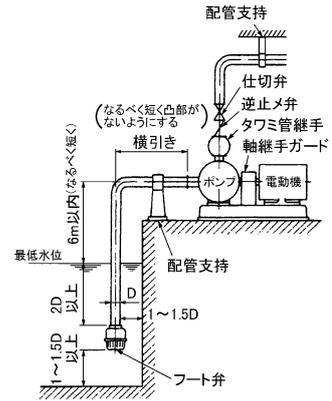

図 2
- (1) 取扱液に異物（配管の切粉、砂等）が混入する恐れがある場合は、吸込側にストレーナを取り付けてください。また、ストレーナが目詰まりしないよう定期的に清掃してください。
- (2) ポンプに吸込配管、吐出し管の荷重がかかると芯狂いの原因となりますので、図2のように十分な配管支持をしてください。
- (3) 配管が長い場合、実揚程が高い場合、自動運転の場合、圧力タンクへの送水の場合、および2台以上のポンプを並列運転する場合には、必ず逆止め弁を取り付けてください。逆止め弁は、ポンプ本体と吐出し弁の間に取り付けてください。
- (4) 装置上どうしても空気だまりが避けられない箇所には、空気抜き弁を取り付けてください。ただし、吸込配管などで負圧になる所には取り付けしないでください。逆に空気を吸込みます。
- (5) 配管を保温する場合、電動機部は絶対に保温を避けてください。
- (6) 熱源の近くにポンプを据付ける場合、熱源からの熱がポンプに伝わらないようにしてください。
- (7) 水撃（ウォーターハンマ）がおこる危険性のある場合は、急閉逆止め弁を設けるなどの対策を施してください。
- (8) 冷温水循環用で配管系が密閉サイクルの場合は、膨張タンク、安全弁などを設けてください。
- (9) 吸上げの場合
- 1) 吸込配管の末端は図2のように最低水位から管径(D)の2倍以上深く、壁面および底より1~1.5D以上離してください。